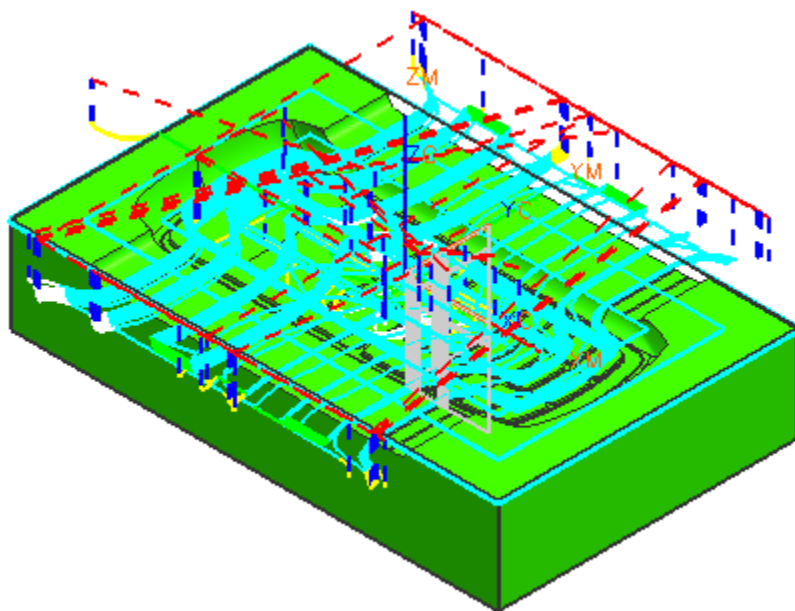

图 9-179
- 单击 ，生成如图 9-179 所示的刀轨，单击 O K。